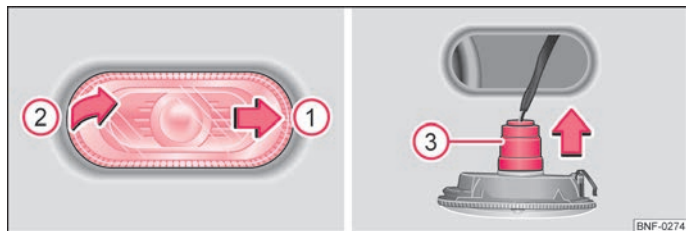

Fig. 120 Højre side: udskiftning af blinklygtens pære
- Skub blinklygten i siden i pilens retning ① ⇒ Fig. 120.
- Vip blinklygten ud af karrosseriet i pilens retning ②.
- Træk pæreholderen ③ ud i pilens retning.